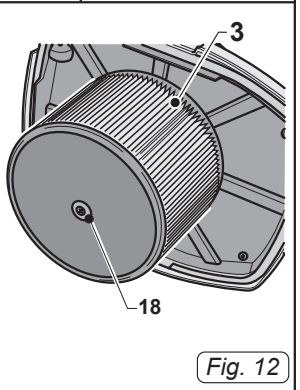

Fig. 12
- Svitare la vite centrale (18 Fig.12) e rimuovere la cartuccia filtro (3 Fig.12).